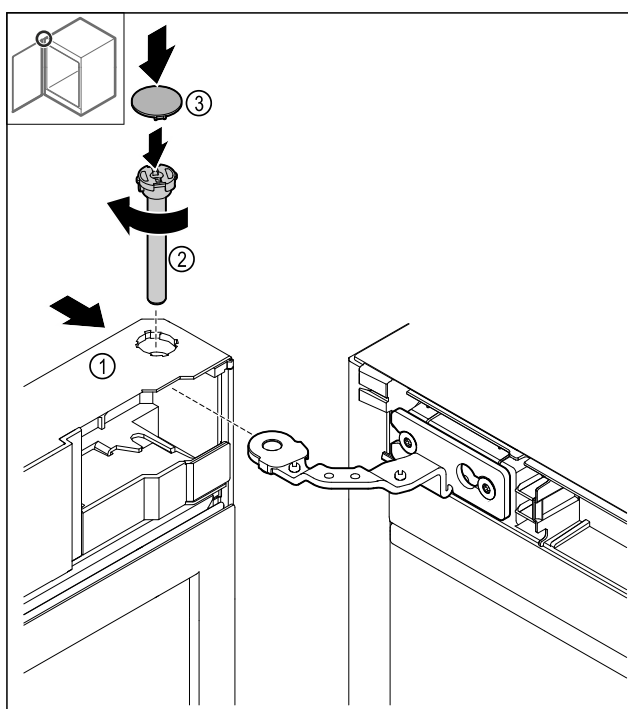

Fig. 47
- ▶ Potisnite vrata Fig. 47 (1) zgoraj na tečaj.
- ▶ Vstavite sornik Fig. 47 (2) in ga privijte v smeri urinega kazalca.
- ▶ Namestite pokrov Fig. 47 (4).